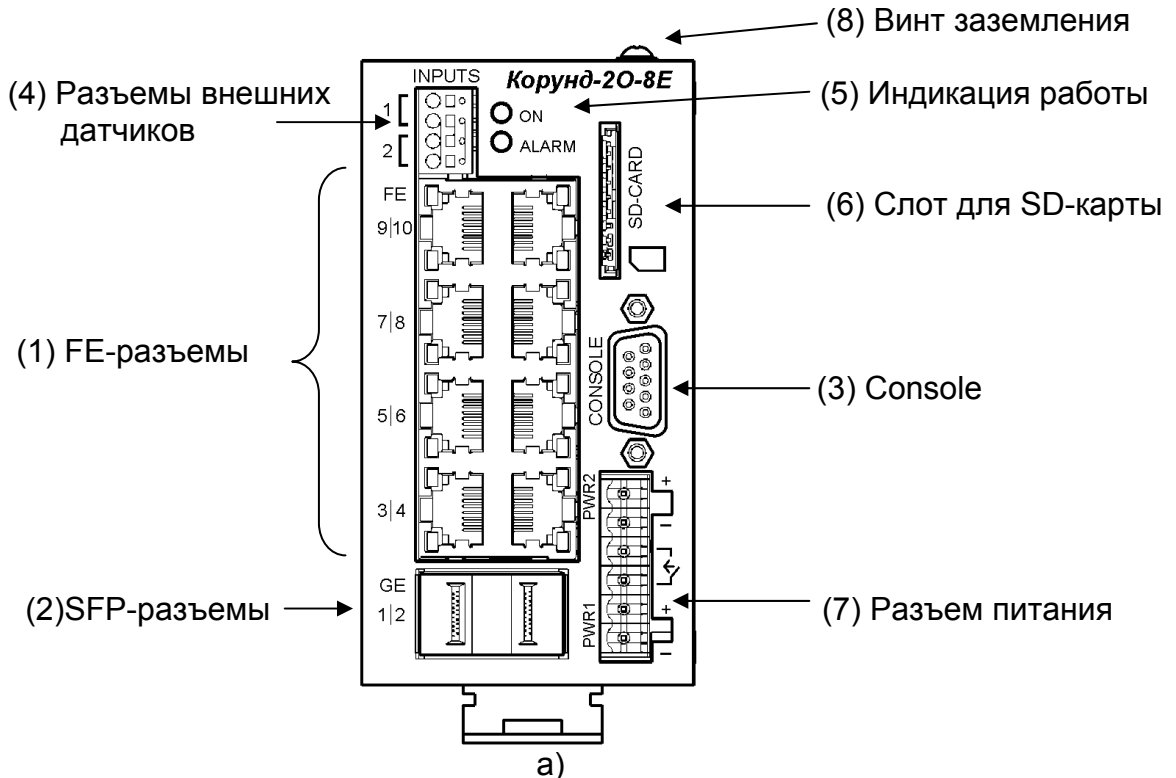

Рисунок 4.2.1 – Порты коммутаторов Корунд-20-8Е.
На переднюю панель коммутатора выведены разъемы интерфейсов Ethernet типа RJ-45 (1), SFP-разъемы (2), интерфейс управления Console RS-232 типа DB-9 (3), разъемы внешних датчиков(4), индикация (5), слот для SD-карты (6) и разъем питания (7). На верхней панели располагается винт заземления (8), рисунок 4.2.1.